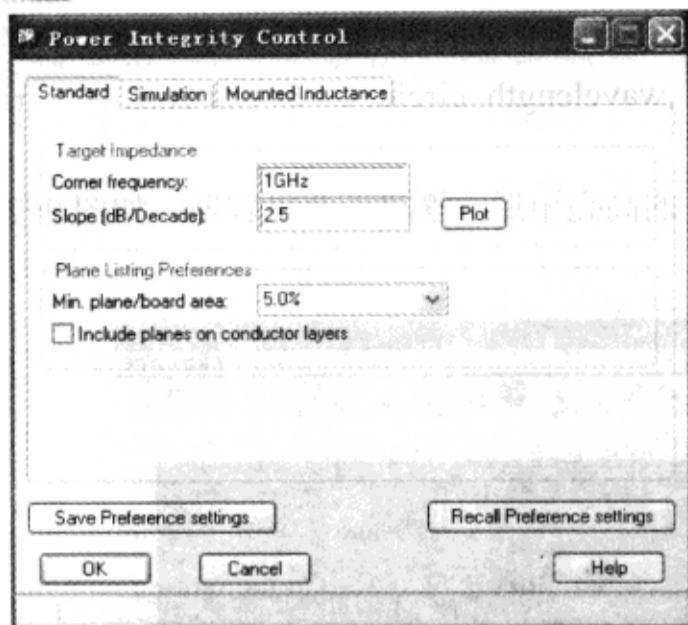

图 9-7-80 “Power Integrity Control” 对话框
(13) 关闭提示窗口。
(14) 在“Power Integrity Design & Analysis”对话框中单击“Control”按钮, 弹出“Power Integrity Control”对话框, 如图 9-7-80 所示。